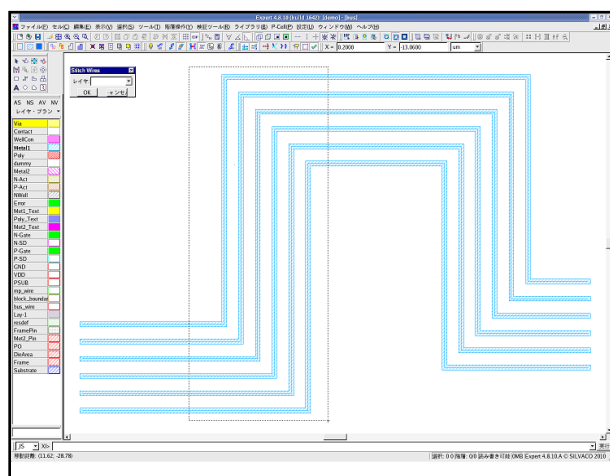

図11: [ワイヤのレイヤを変更]コマンドでバス・セグメントを領域指定
- 1) レイヤを変更したいバス・セグメントを[ワイヤのレイヤを変更]コマンドにより、マウスで領域選択 (図11参照) もしくは、Shiftキーを押しながらマウスの左ボタンで選択します。